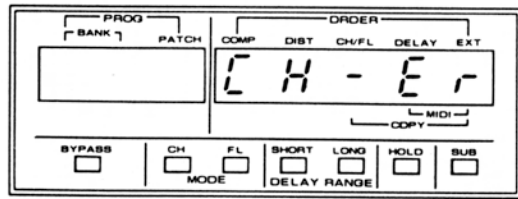

図4-32
- * “0” または “17” 以上のチャンネルを設定しようとするとエラーとなり、“Er” の表示(図 4-32) がされます。この時はチャンネル番号を再入力するか、MIDIモード・キー [31] を押します